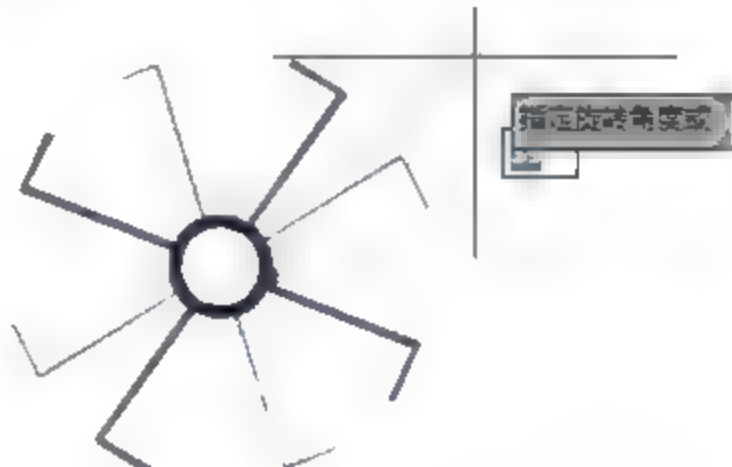

图7-71 旋转块
**10** 在夹点上按住鼠标左键并移动鼠标，调整块的角度，如图7-71所示。或者直接输入角度，旋转块。